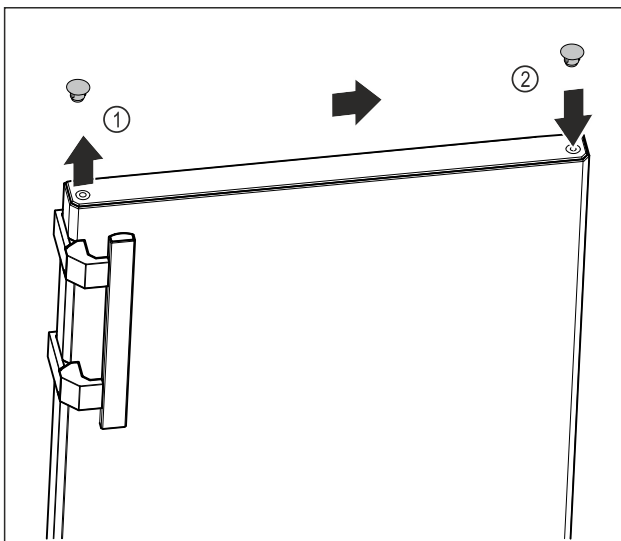

Fig. 18
- ▶ Óvatosan emelje le az ajtó felső oldalán a fedődugót Fig. 18 (1) egy lapos csavarhúzóval.
- ▶ Helyezze fel a fedődugót a másik oldalon. Fig. 18 (2)